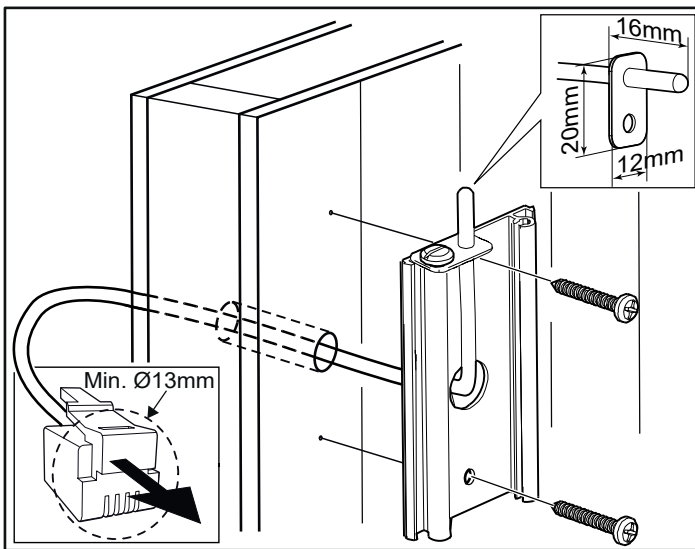

Rysunek 14. Wkręt ustalający wspornik
- Unieruchom piec za pomocą wkrętu ustalającego (patrz rys. 14).